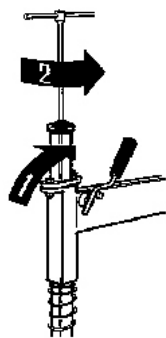
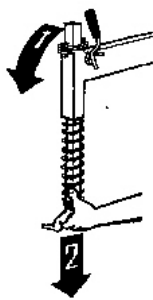

рис.19a
рис. 19b
Разблокировать вертикальную штангу и приподнять ее на 10см и снова закрепить, как на рис.19a (1) .
Открутить колпачок, расположенный на конце штанги, ключом для внутренних шестигранников 6мм (рис.19a) (2) **Внимание:** разблокировать штангу, поддерживая ее снизу одной рукой (рис.19b) (1) и (2).